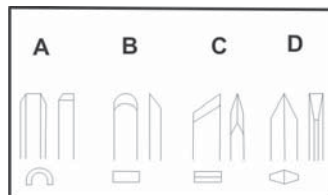

Рис. 8
9.3 Виды резцов (в комплект поставки не входит)(рис. 8).